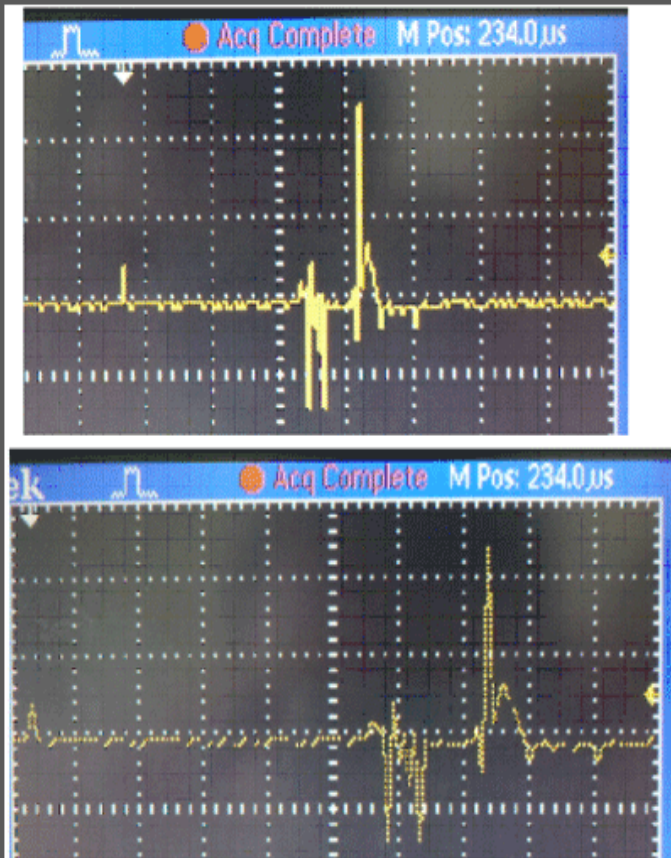

图11 两个不同位置的被捕获脉冲波形
6. 这个被捕获的尖脉冲波形将被数字存储示波器保存下来, 供我们作进一步的分析和研究, 只要调整面板上的“秒/格”和“伏/格”等旋钮(参见图7), 即可放大和移动被捕获的脉冲波形位置, 图11为两个不同位置的被捕获脉冲波形, 但它们都离X轴原点234.0μs处, 见图11屏幕上方“M Pos: 234.0μs”所示。